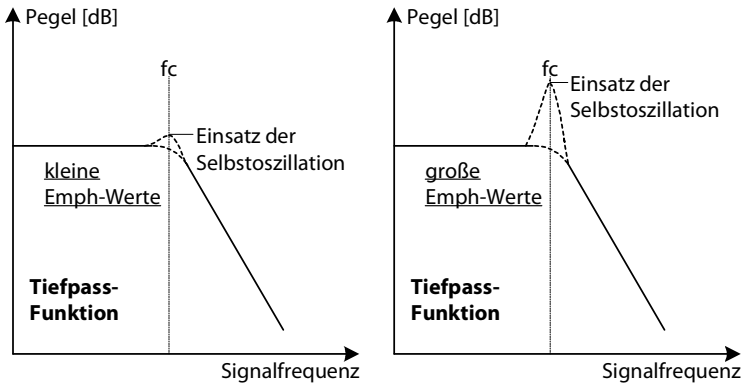

Abb. 6
0.05 - 0.1) bis überdeutlich stark ($Emph = 0.5 - 1$) eingestellt werden. Die Stärke der Oszillation verändert sich entsprechend dieser Betonung gleichermaßen mit. Das Filter wird also bei kleinen *Emph*-Werten auch entsprechend „leise“ schwingen und bei großen *Emph*-Werten entsprechend „laut“. Abb. 6 soll diesen Sachverhalt etwas veranschaulichen.